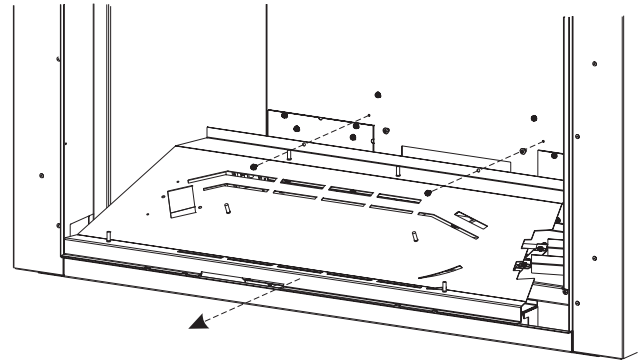

Figure 4
5. Retirer deux (2) vis qui maintiennent en place la base du brûleur. Soulever la base du brûleur hors du foyer. Voir Figure 4.